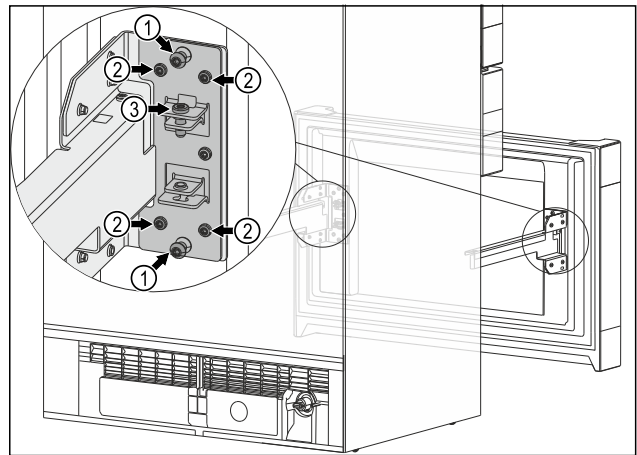

Fig. 13
- ▶ Beide mittleren Schrauben Fig. 13 (1) entfernen.
- ▶ Alle vier Schrauben Fig. 13 (2) lösen.
- ▶ Endposition des Auszugswagens ist erreicht: Alle vier Schrauben Fig. 13 (2) festschrauben.
- ▶ Sie benötigen die mittleren Schrauben Fig. 13 (1) nicht mehr.